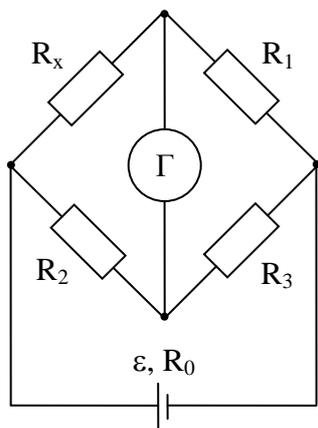

Рис. 2.
20. Определить значение сопротивления резистора R_x , включенного в плечо моста (рис. 2), если в уравновешенном состоянии сопротивления других плеч моста составляют: $R_1 = 100$ Ом, $R_2 = 524$ Ом, $R_3 = 2000$ Ом.